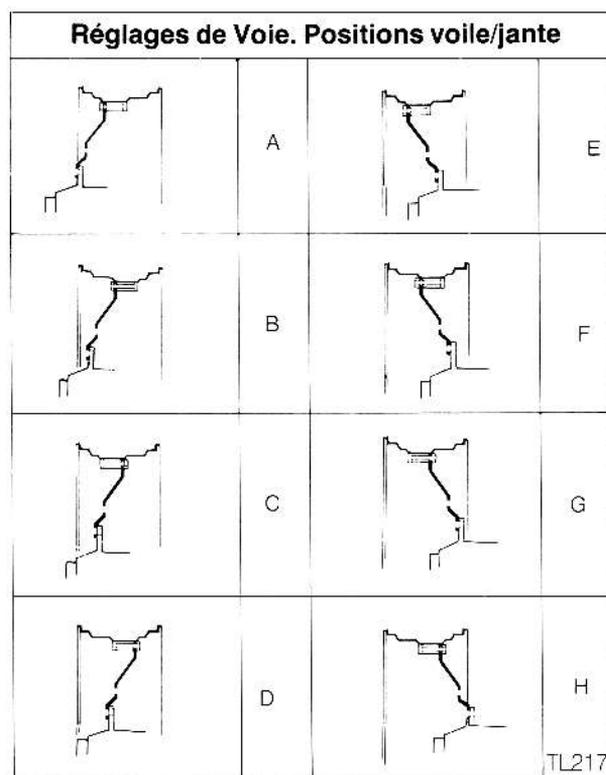

Fig 109
Réglage de voie avant (Fig. 109)
1. Choisir la largeur de voie désirée (Voir Fig. 109 et tableau).